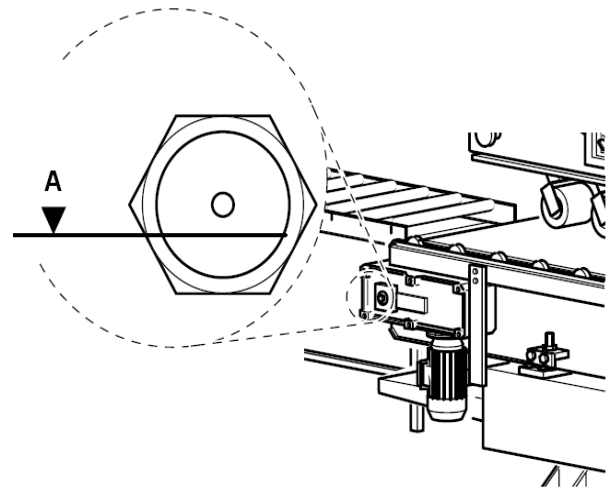

Fig. 03
2. le niveau de l'huile dans l'ensemble variateur-trainement de la bande (Fig. 03)